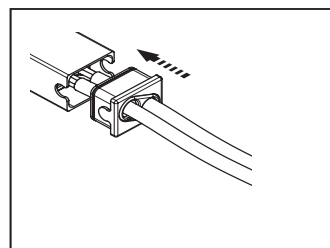

Рисунок 7: Установка платы в контейнер
8. Сдвиньте крышку до полного закрытия контейнера (Рисунок 7).